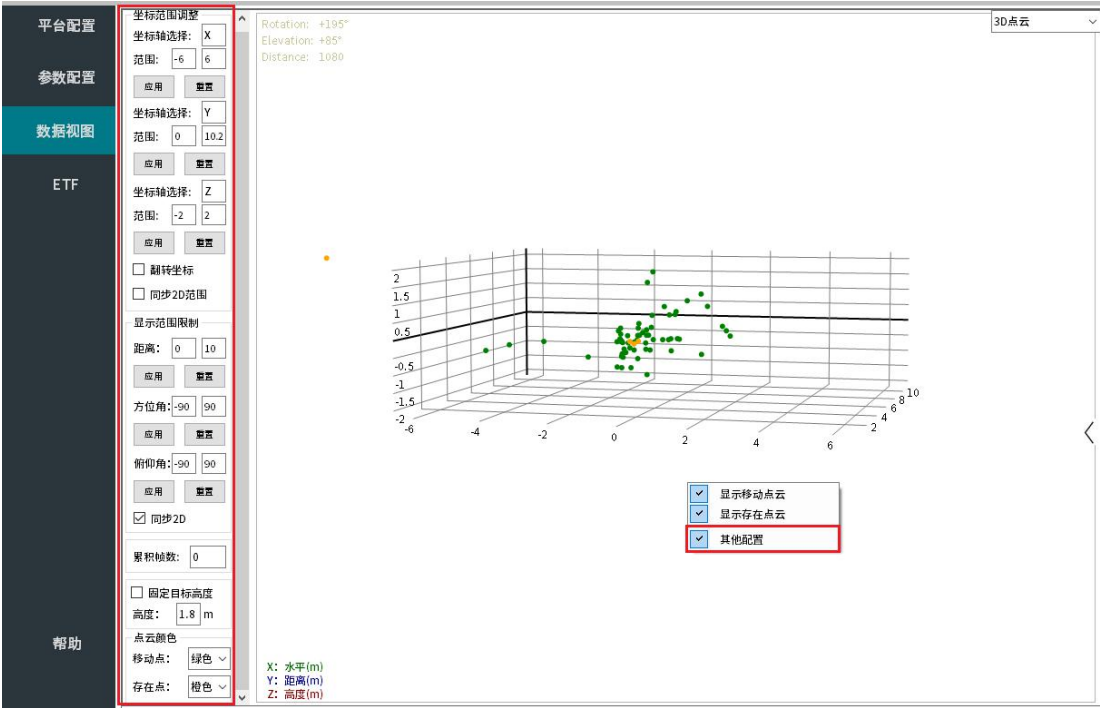
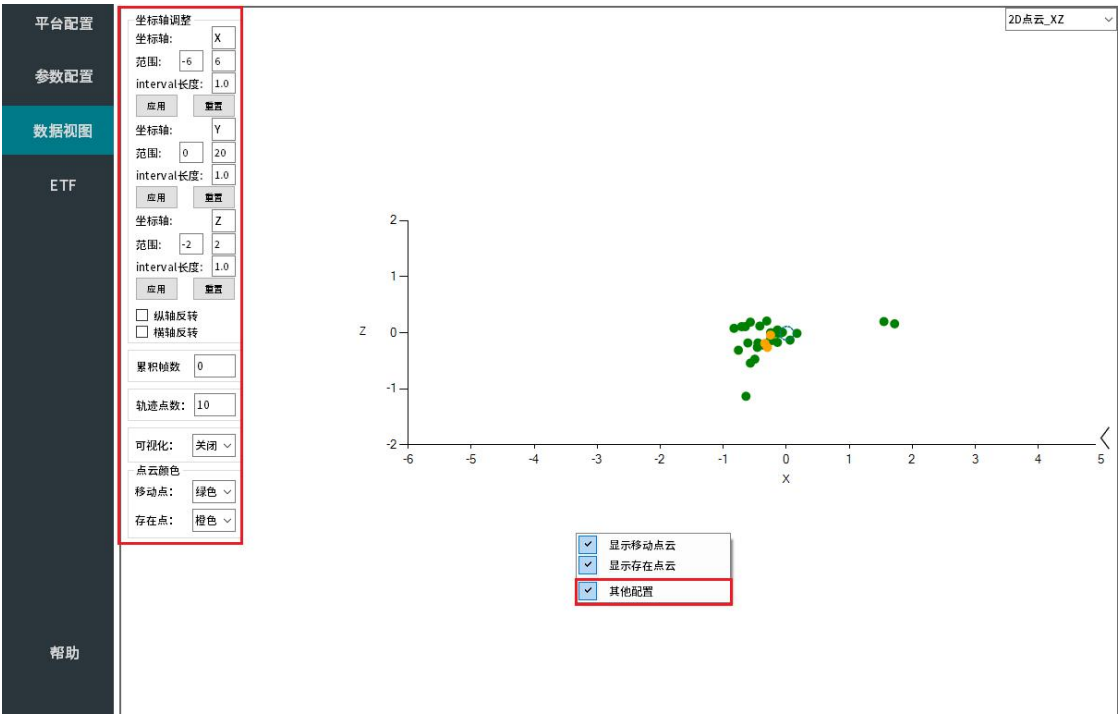

图 2-41 配置界面 (3D 点云)
图 2-42 配置界面 (2D 点云)
- 3、如图 2-41，图 2-42 所示，通过勾选其它配置选项，可打开配置栏。配置栏中可进行坐标范围调整（包括翻转坐标）、显示范围限制、累计帧数以及点云颜色选择等；